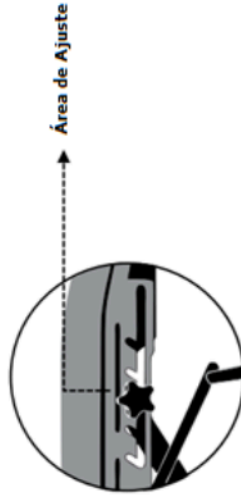

Figura 3
- Desaperte os dois manipulós laterais da cadeira e arraste-os simultaneamente até a posição de encaixe desejada. Esta posição definirá a altura da cadeira. Após serem posicionados no ajuste de altura aperte novamente os manipulós (Figura 3).